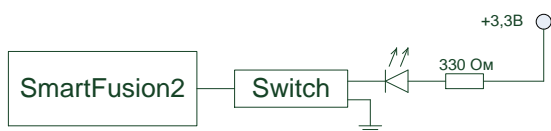

Рис. 14.
- четыре светодиода подключенных по схеме представленной на рис. 14;